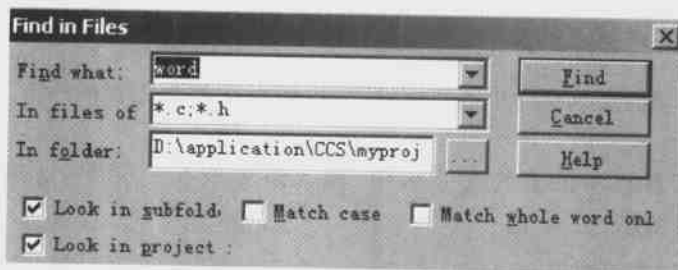

图 3.53 工程文件中查找字符串对话框
(4) 也可在整个工程文件中查找字符串,在 Edit 菜单中选择 Find in Files 命令,或者在标准工具栏中单击  图标,则弹出如图 3.53 所示的对话框。这里的设置是:在工程文件 myproject 中的扩展名 *.c 或 *.h 的文件中,查找字符串“word”。
(4) Remove a Bookmark from a Source File(清除书签) 有以下 3 种方法可以清除书签标记:
① 在编辑窗口中,把光标移动到需要删除的书签的位置右击,选择 Bookmarks→Remove Bookmark 命令。
② 在 Edit 菜单中,选择 Bookmark 命令,将弹出如图 3.53 所示的 Bookmark 对话框列表,选中需要删除的书签,单击 Remove 按钮。
③ Edit Toolbar 中单击  图标,将弹出如图 3.53 所示的 Bookmark 对话框列表,选中需要删除的书签,单击 Remove 按钮。